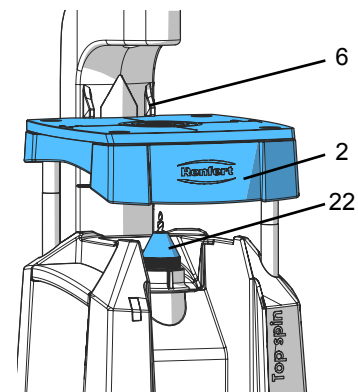

Abb. 8
- ⇒ Spindelarretierung (7, Abb.1) drücken und Spannmutter (22, Abb. 8) drehen bis die Spindelarretierung einrastet.